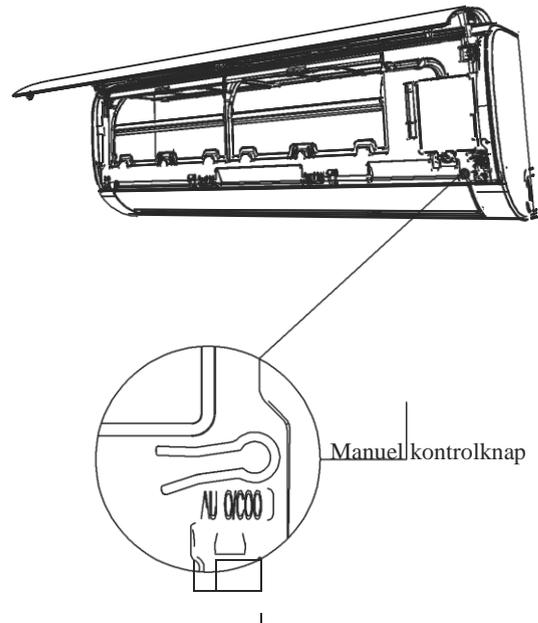

Fig. 8.1
2. Den **MANUELLE KONTROLKNAP** findes på højre side af enheden. Tryk to gange på knappen for at vælge kølefunktionen. Se **fig. 8.1**